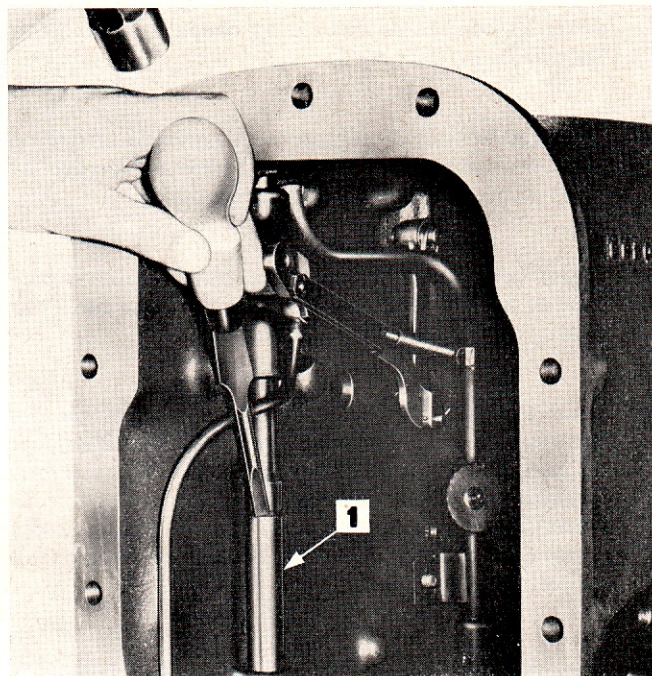

Figure 43: Dépose de la canalisation d'alimentation du régulateur
5. A l'aide d'un tournevis, extraire le frein immobilisant la canalisation inférieure d'alimentation, et chasser la canalisation par le fond du carter central de pont arrière, au moyen d'un tournevis prenant appui dans la gorge de la canalisation (Figure 43).